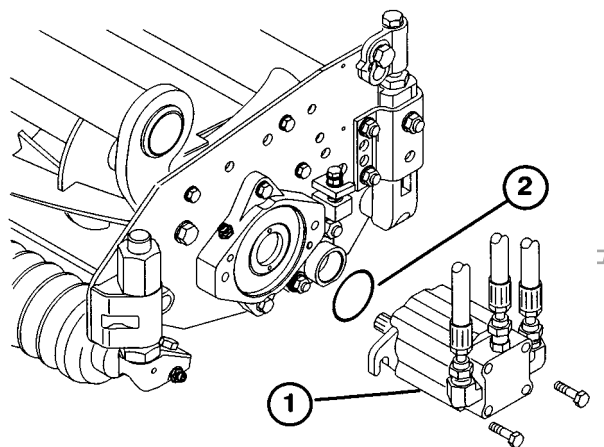

図6
13. リールモータを各Cuttingユニットの駆動側に装着し、付属のキャップスクリュ2本で固定する (図6)。